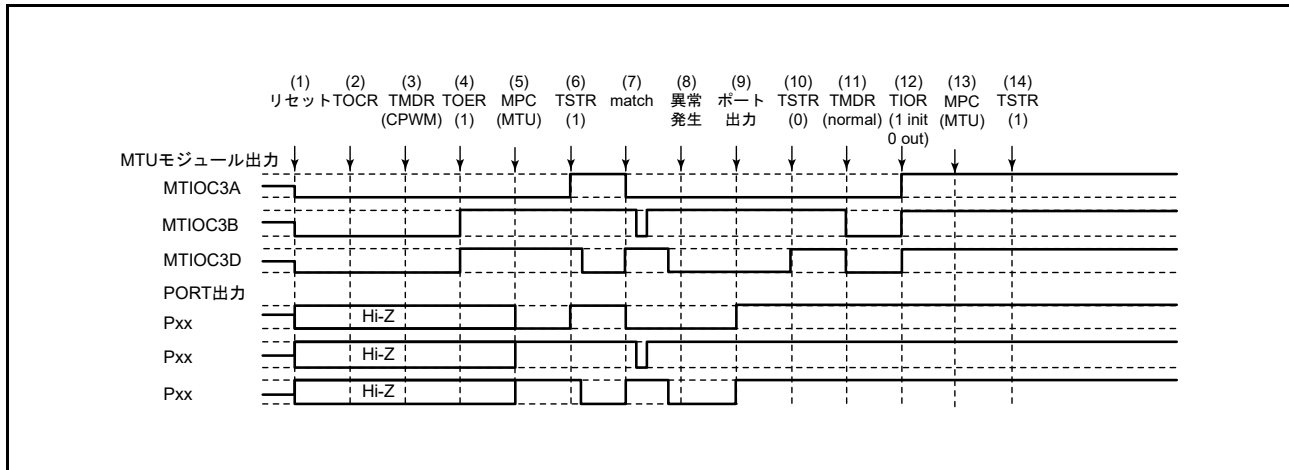

図 23.147 相補 PWM モードで異常が発生し、ノーマルモードで復帰する場合
相補 PWM モードで異常が発生し、再設定後ノーマルモードで再スタートする場合の説明図を図 23.147 に示します。
(1) ~ (10) は図 23.147 と共通です。
(11) PWM モード 1 を設定してください (MTU 出力は Low となります)。
(12) TIOR レジスタで端子を初期化してください。なお、PWM モード 1 では MTIOCnB (MTIOCnD) 端子に波形が出力されません。出力すべきレベルがある場合は、I/O ポートのポート方向レジスタ (PDR)、ポート出力データレジスタ (PODR) で汎用出力ポートの設定をしてください。
(13) MPC と I/O ポートのポートモードレジスタ (PMR) で MTU 出力としてください。
(14) TSTR レジスタで再スタートします。
(23) 相補 PWM モードで動作中に異常が発生し、相補 PWM モードで再スタートする場合の動作
(11) MPC と I/O ポートのポートモードレジスタ (PMR) で MTU 出力としてください。
(12) TSTR レジスタで再スタートします。
(13) コンペアマッチの発生により相補 PWM 波形を出力します。
(24) 相補 PWM モードで動作中に異常が発生し、相補 PWM モードで新たに再スタートする場合の動作
(1)～(10)は図 23.147 と共通です。
(11) ノーマルモードを設定し新しい設定値を設定してください（MTU 出力は Low となります）。
(12) TOER レジスタで MTU3、MTU4 の出力を禁止してください。
(13) TOCR レジスタで相補 PWM モードの出力レベルと周期出力の許可 / 禁止を選択してください。
(14) 相補 PWM モードを設定します。
(15) TOER レジスタで MTU3、MTU4 の出力を許可してください。
(16) MPC と I/O ポートのポートモードレジスタ（PMR）で MTU 出力としてください。
(17) TSTR レジスタで再スタートします。
(25) 相補 PWM モードで動作中に異常が発生し、リセット同期 PWM モードで再スタートする場合の動作
(11) ノーマルモードを設定してください (MTU 出力は Low となります)。
(13) TOCR レジスタでリセット同期 PWM モードの出力レベルと周期出力の許可 / 禁止を選択してください。
(14) リセット同期 PWM モードを設定します。
(16) MPC と I/O ポートのポートモードレジスタ (PMR) で MTU 出力としてください。
(26) リセット同期 PWM モードで動作中に異常が発生し、ノーマルモードで再スタートする場合の動作